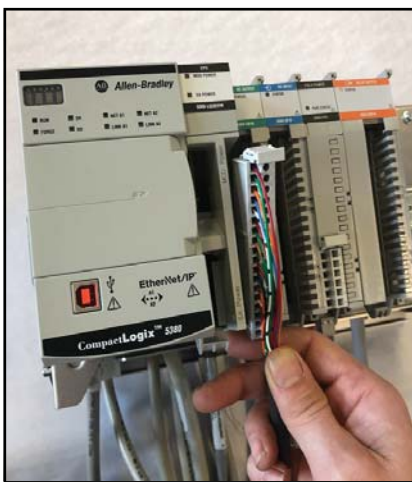

Рис. 9a
a) Поместите конец блока терминала модуля преобразования в соответствующую карту 5069 Ввода/Выход. (см. рис. 9a)